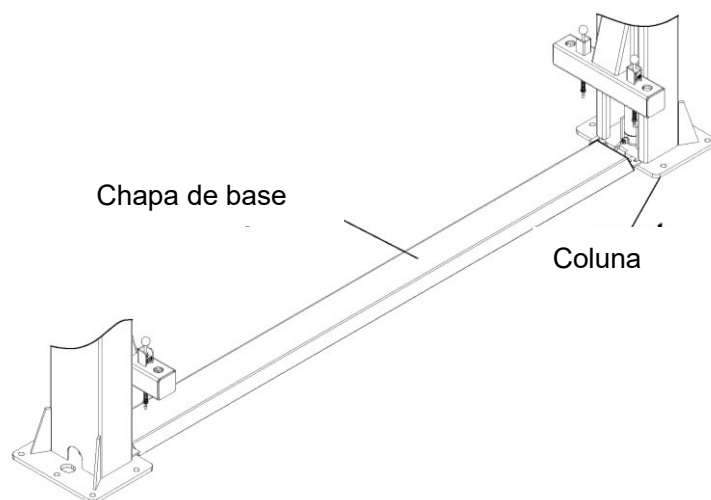

Fig 10
Passo 9: Fixe a chapa de base. (Fig 10)